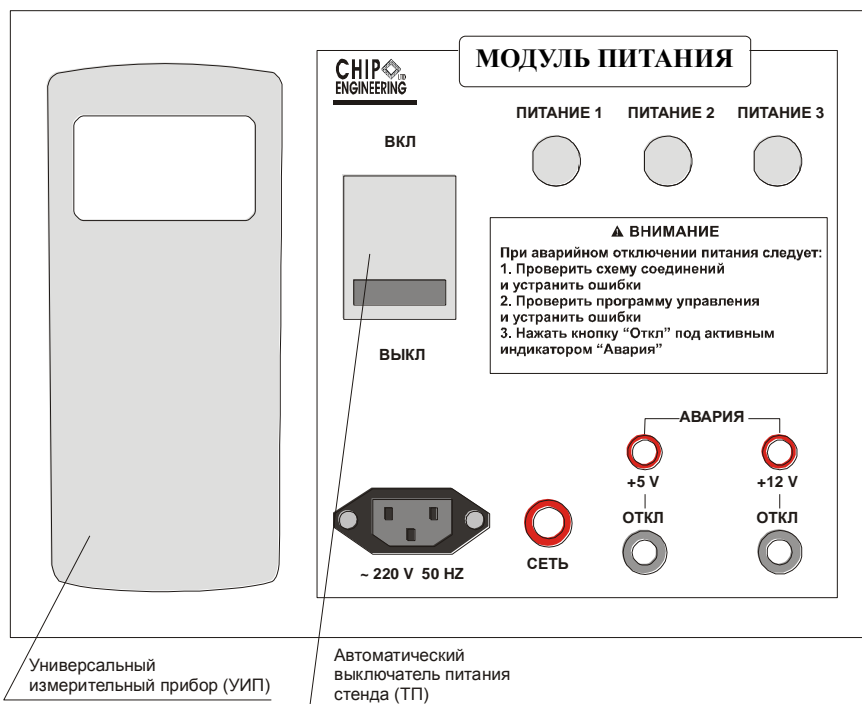

Рисунок 4.1 – Модуль питания с встроенным универсальным измерительным прибором
- модуля питания (МП) с встроенным универсальным измерительным прибором (УИП) (рисунок 4.1);